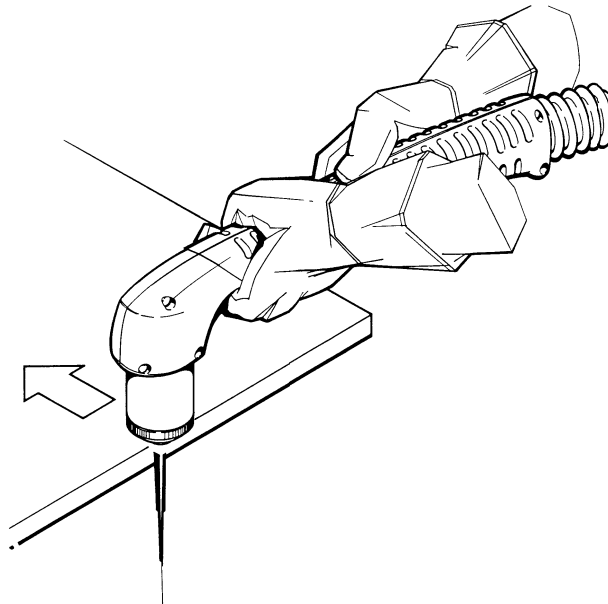

Abbildung 4-5 Schnittbeginn
1. Von der Werkstückkante (Abb. 4-5) anfangen zu schneiden, es sei denn, es müssen Löcher gestochen werden. Für Hinweise zum Lochstechen, siehe Seite 4-15.